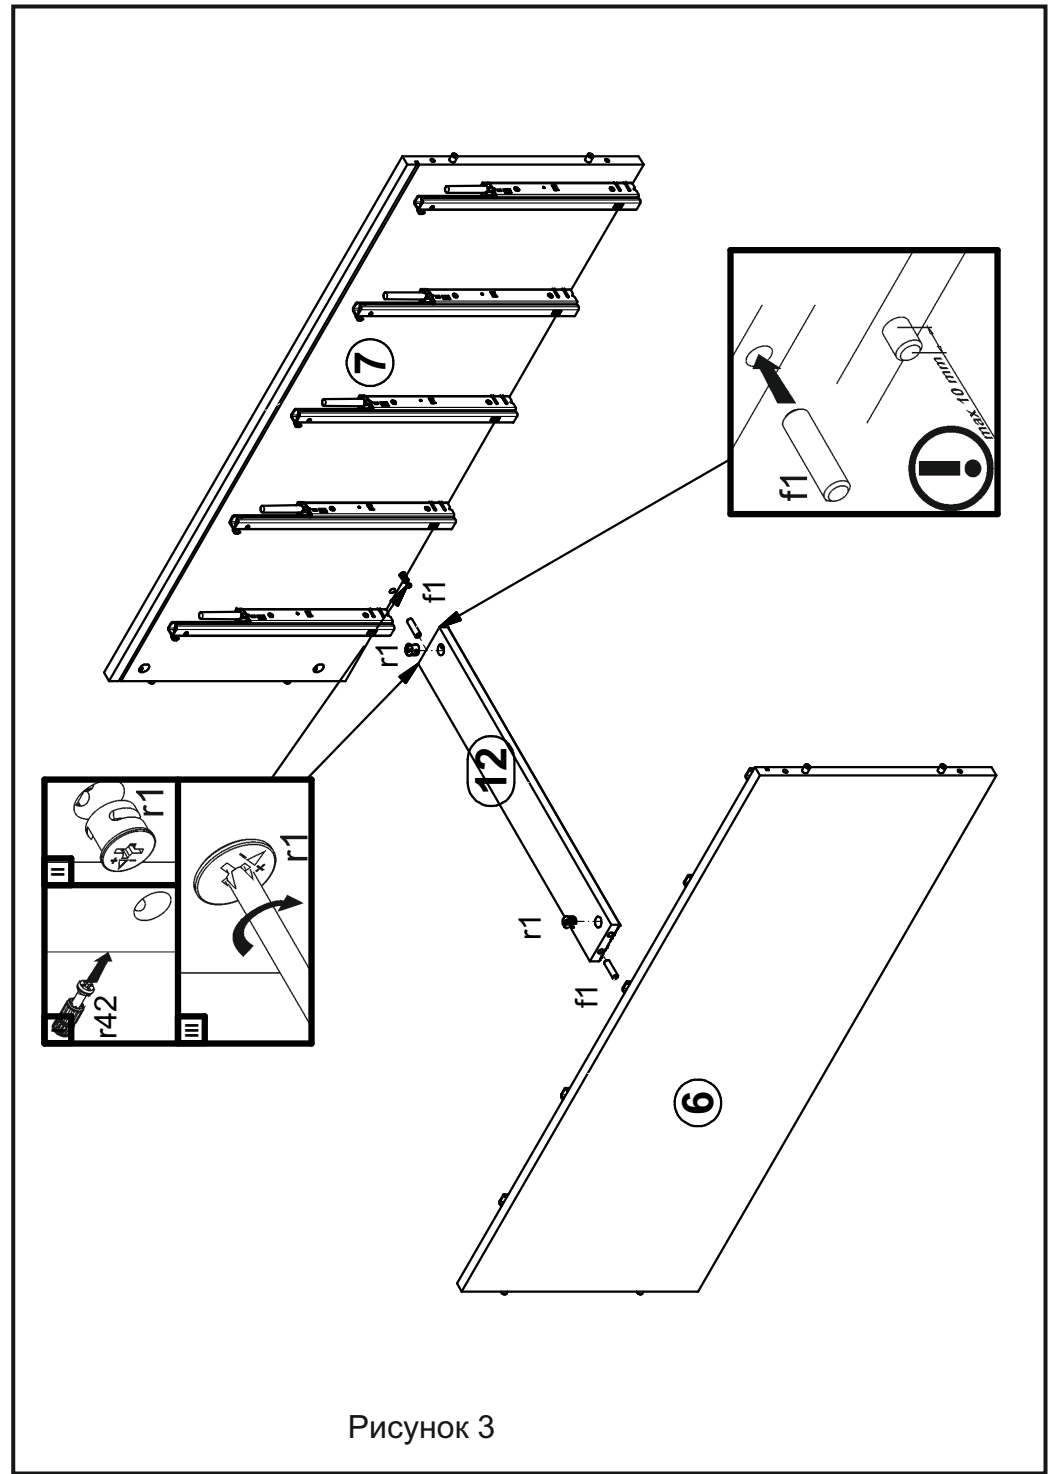
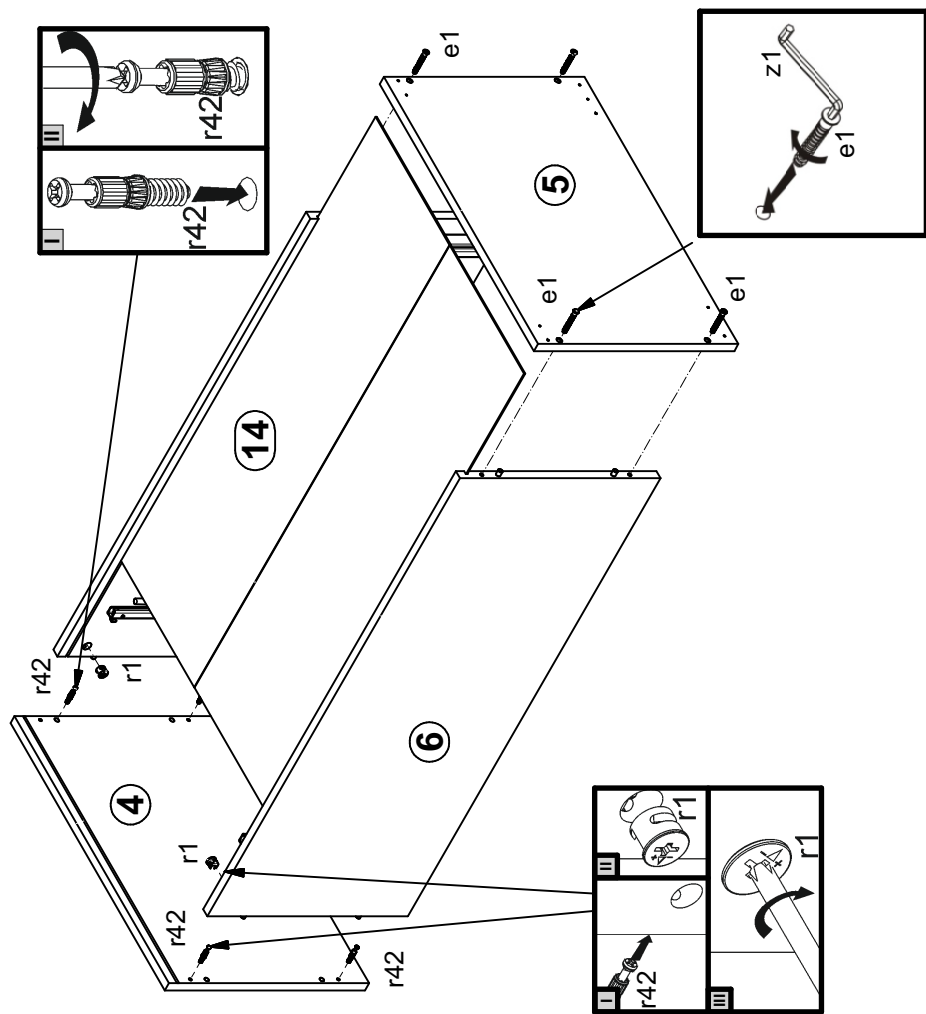

Рисунок 3
Рисунок 4
4.2 В отверстия $\varnothing 8$ мм на верхних и нижних кромках стенок боковых 4 и 6 (см. рис. 2) и в торцах планки декоративной рифленой 12 вбить деревянные шканты f1 (см. рис. 3).
4.4. В отверстия $\varnothing 5$ мм на внутренних поверхностях стенок 4,6 (см. рис. 2), на нижней поверхности щита верхнего 7 (см. рис. 4) вкрутить винты стяжки r42.
4.5. В отверстия $\varnothing 15$ мм на задней поверхности планки декоративной рифленой 12 (см.рис. 3), на внутренних поверхностях стенок 4,6 (см.рис. 4) вставить стяжки эксцентриковые r1.
4.6. Соединить детали 4, 6, 12 и затянуть стяжки эксцентриковые r1, пользуясь отверткой (см. рис. 3).
4.7. Присоединить щит 7 к стенкам 4, 6 с помощью шкантов f1, затянуть стяжки эксцентриковые r1, пользуясь отверткой, вставить стенку заднюю 14 в пазы в деталях 4, 6, 7. Передние стяжки закрыть заглушками s2 (см. рис. 4).
4.8. Присоединить щит 5 к стенкам 4, 6 с помощью шкантов f1, затянуть конформаты e1 на нижней поверхности щита 5 пользуясь ключом z1 (см. рис. 4).
4.16. Закрывать передние эксцентриковые стяжки на стенках боковых 4,6 заглушками s2 (см. рис. 4).